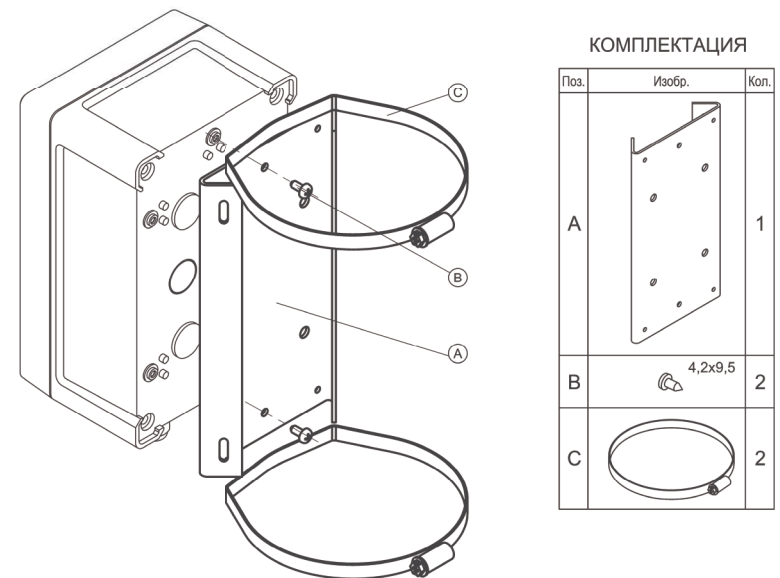

Рис.4 Монтаж блока питания на кронштейн КС-1
3. Кронштейн КС-1 для крепления блока питания БПУ-2-220VAC-24VDC/2,0A на опоры \emptyset ; \square =115÷135мм (другой размер – под заказ). Монтаж кронштейна см. рис.4.